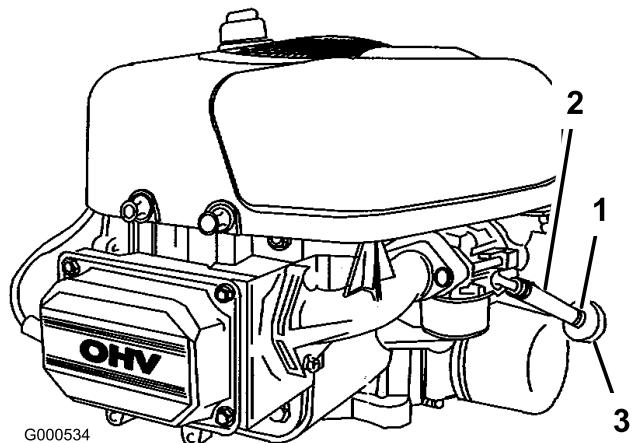

Figura 40
5. Afloje la abrazadera cerca del filtro de combustible y deslícela por el tubo, alejándola del filtro de combustible (Figura 40).
6. Retire el tubo de combustible del filtro (Figura 40).
- Instale el tubo de combustible en el filtro de combustible. Acerque la abrazadera al filtro de combustible para fijar el tubo de combustible (Figura 40).
- Apriete los extremos de las abrazaderas y deslícelas por el tubo alejándolas del filtro (Figura 40).
- Instale un filtro nuevo y acerque las abrazaderas al filtro (Figura 40).